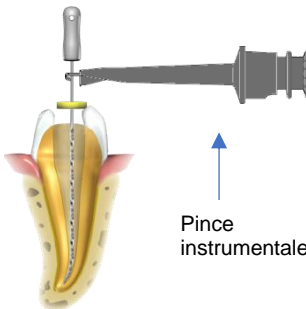
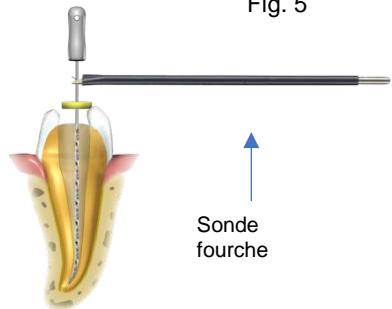

Fig. 6
Fig. 7
3. Insérez doucement la lime dans le canal puis connecter la pince instrumentale à l'axe métallique de la lime – voir Fig 6. Vous pouvez également utiliser la sonde fourche pour établir un contact électrique avec la lime endodontique - voir Fig. 7